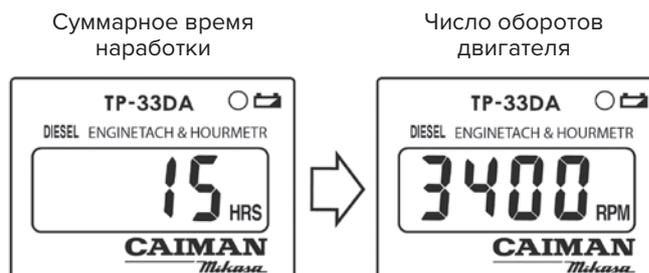

Рис. 18
- 5) Во время работы на дисплее отображается число оборотов двигателя (рис. 18).